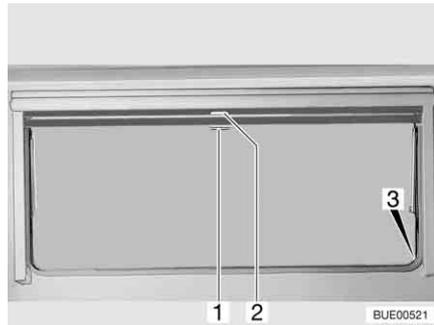

Bild 63 Ausstellfenster
- Verdunklungsrollo am Griff (Bild 63,2) nach unten ziehen. Wenn das Verdunklungsrollo ganz geschlossen wird, das Verdunklungsrollo auf beiden Seiten am Fensterrahmen in die Arretierung (Bild 63,3) einhängen.
- Wenn das Verdunklungsrollo vollständig geschlossen ist: Den Griff (Bild 63,2) nach unten drücken und den Griff dabei leicht nach innen ziehen. Das Verdunklungsrollo aus den Arretierungen links und rechts am Fensterrahmen aushängen.
- Wenn sich das Verdunklungsrollo in Zwischenposition befindet: Den Griff (Bild 63,2) leicht nach unten ziehen, bis sich die Arretierung gelöst hat.
- Insektenschutzrollo am Griff (Bild 63,1) nach unten ziehen und auf beiden Seiten am Fensterrahmen in die Arretierung (Bild 63,3) einhängen.
- Griff (Bild 63,1) nach unten drücken und den Griff dabei leicht nach innen ziehen. Das Insektenschutzrollo aus den Arretierungen links und rechts am Fensterrahmen aushängen.